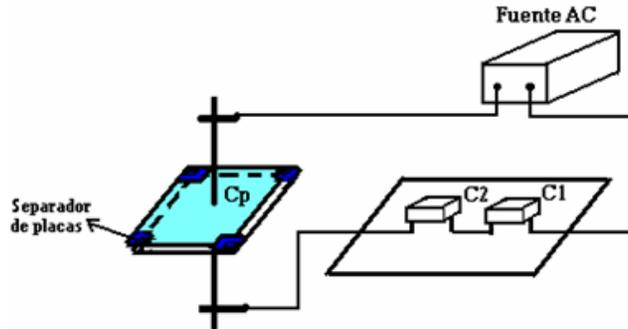

Figura 3. Montaje Experimental
- 1- Conectar los capacitores C_1 y C_2 de $0.1 \mu\text{F}$ en serie con el capacitor de placas paralelas utilizado en la parte A (C_P) tal como se muestra en la figura 3 y 4.